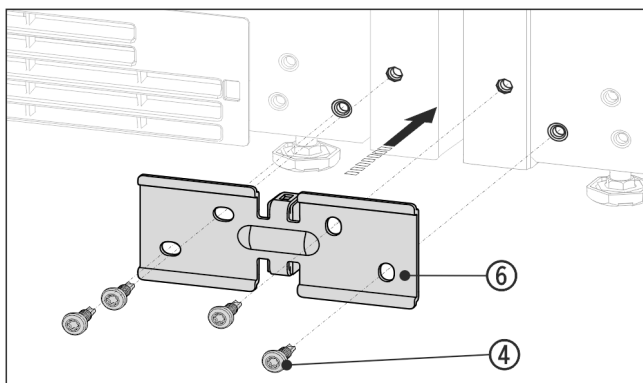

Fig. 15 Примерное отображение
- ▶ Надвиньте угол Fig. 15 (6) с помощью распорной детали между устройствами и слегка прикрутите 4 винтами Fig. 15 (4).